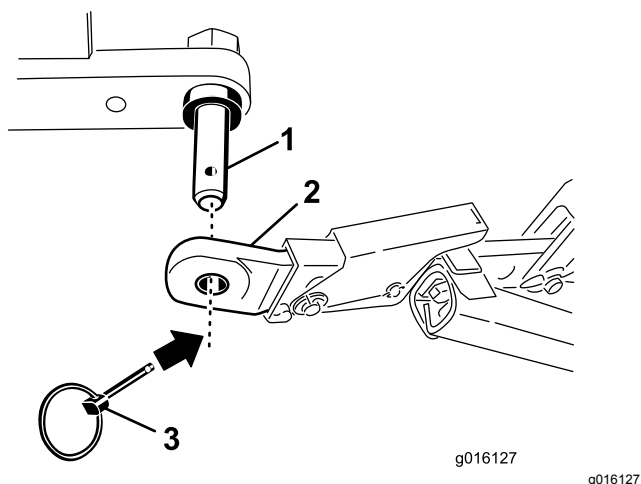

Figura 3
- Sujete los brazos de enganche inferiores a los bulones de enganche del aireador con pasadores de seguridad (Figura 3).